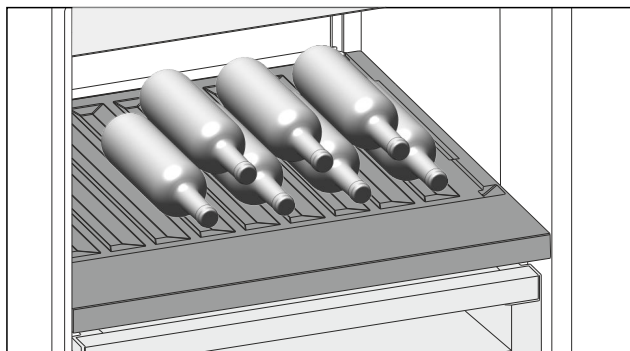

Fig. 137 Примерное изображение
- ▶ Бутылки укладывайте дном к задней стенке. (см. Fig. 137)